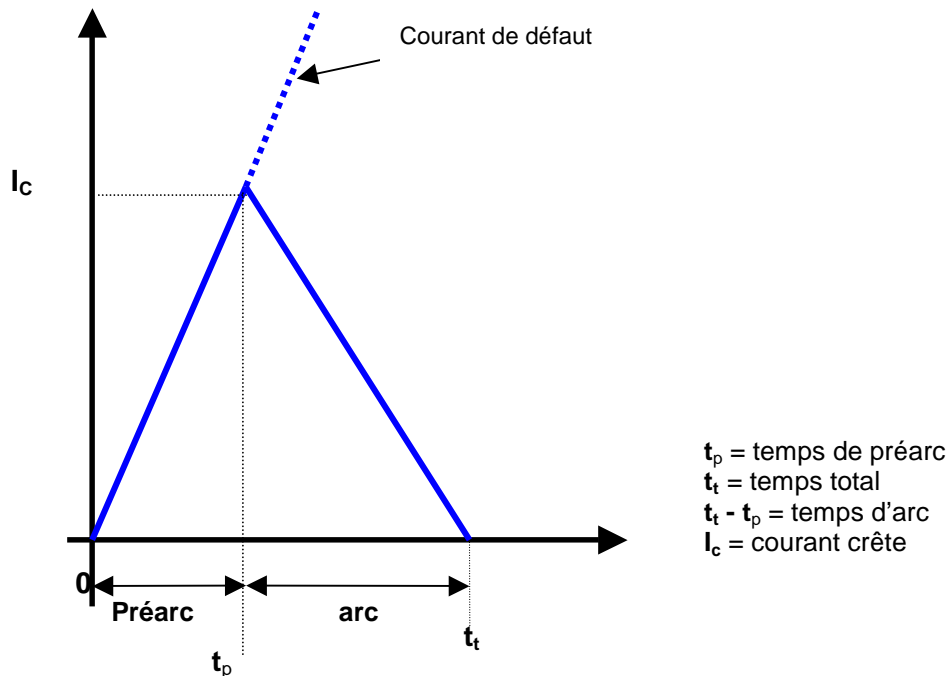

Figure 7: interruption d'un courant de court circuit
La figure 7 montre comment le fusible interrompt un courant de court circuit. Il y a toujours deux étapes:
- **Préarc:** pendant cette étape le courant chauffe les sections réduites. Toutes les sections réduites fondent lorsque la température de fusion du métal est atteinte sur chaque section réduite (960°C pour l'argent). A la fin du temps de préarc le courant est limité à la valeur  $I_c$  (figure 7).